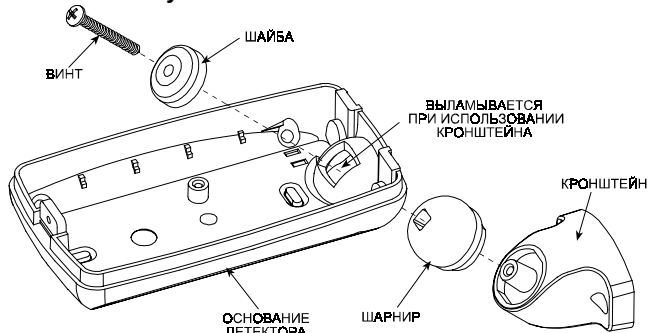

Рисунок 6. Присоединение кронштейна
- Выломайте большое отверстие под кронштейн в верхней части основания (см Рисунок 6).